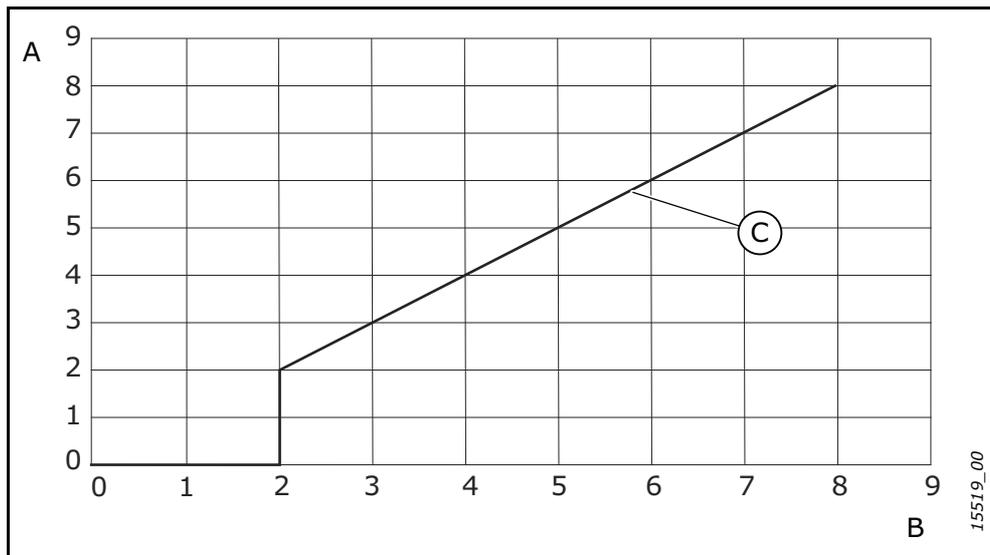

Figure 1. Durée de stockage et durée de reformage
4. Commencez à reformer les condensateurs. La durée du reformage dépend de la durée du stockage. Voir la Figure 1.
4. Commencez à reformer les condensateurs. La durée du reformage dépend de la durée du stockage. Voir Figure 1.